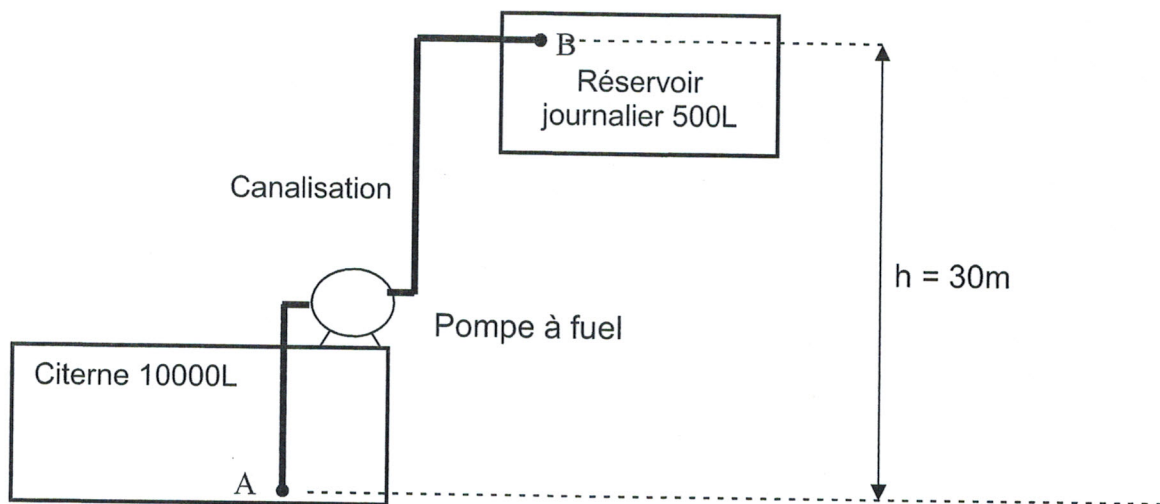

Figure 4
- Les points A et B sont placés à l'intérieur de la canalisation à chaque extrémité (figure 4) ;
Le circuit d'alimentation en fioul du réservoir journalier est schématisé figure 4.